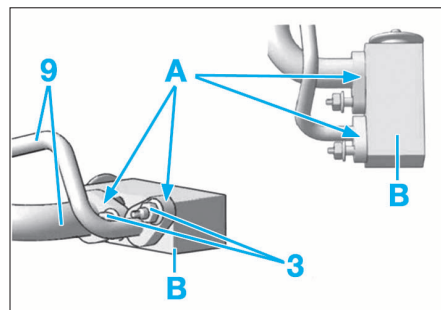

FIG. 32
- Les brides (A) (Fig.32), doivent être parfaitement en appui contre l'interface (B).